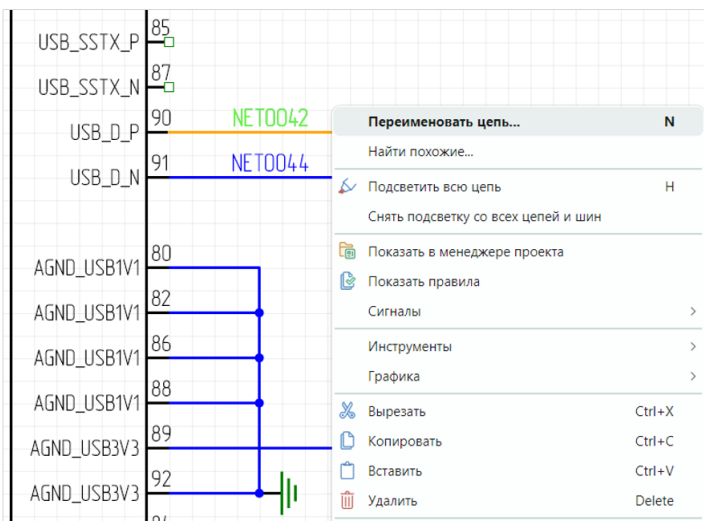

Рис. 153 Вызов инструмента «Переименовать цепь»
2. Выберите инструмент «Переименовать цепь» или воспользуйтесь горячей клавишей, по умолчанию для данного действия задана клавиша «N», см. Рис. 153.